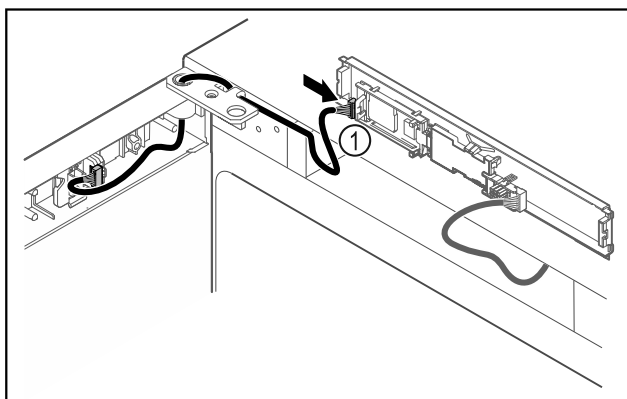

Fig. 45
- ▶ Pistke pistik Fig. 45 (1) trükkplaadil sisse.